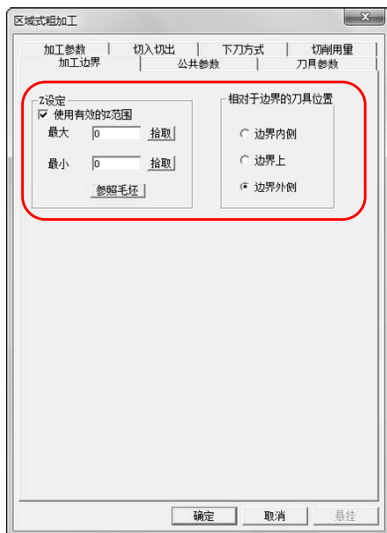

图 2-12 “加工边界”选项卡
5) 单击“加工边界”选项卡，勾选“使用有效的 Z 范围”，设置“相对于边界的刀具位置”为“边界外侧”，具体“最大”、“最小”参数数值设置如图 2-12 所示。